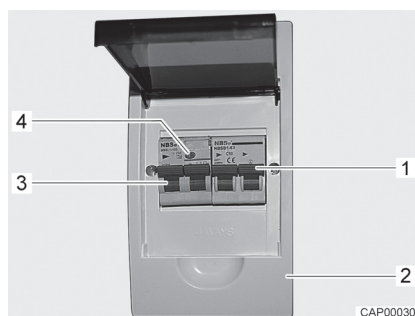

Fig. 51 Interruttore di sicurezza e interruttore automatico FI (scatola dei fusibili a 230 V)
- Disattivare l'interruttore di sicurezza (Fig. 51,1) nella scatola dei fusibili (Fig. 51,2).
- Se il veicolo è collegato all'alimentazione a 230 V, premere il tasto di controllo (Fig. 51,4) dell'interruttore di sicurezza per correnti di guasto (interruttore automatico FI) (Fig. 51,3) nella scatola dei fusibili (Fig. 51,2). L'interruttore di sicurezza per correnti di guasto deve scattare.
- Riattivare l'interruttore di sicurezza per correnti di guasto (Fig. 51,3).